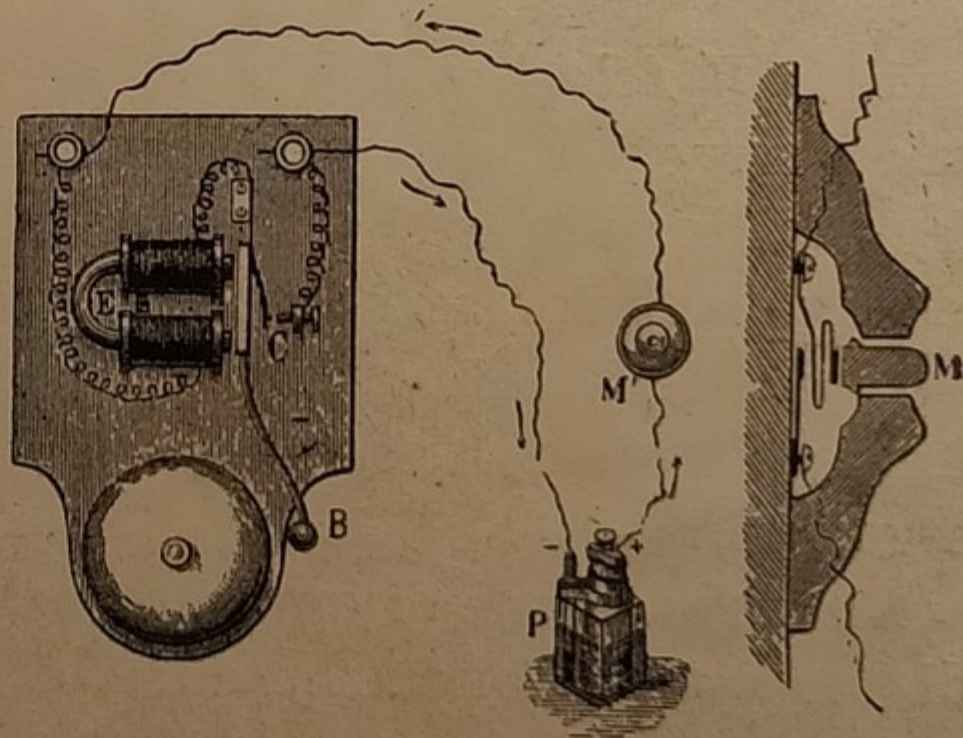

Fig. 142.
**104. Il Campanello elettrico.** — Ma la più comune, utile e diffusa applicazione della elettro-calamita è il *campanello elettrico* (fig. 142).